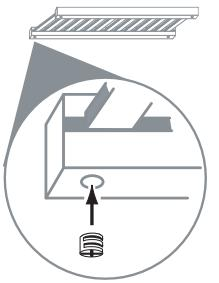

**FIG. 3.0**
1. Seleccione los lados de la torre (B) y colóquelos uno al frente del otro con las ranuras hacia dentro (**El extremo dentado debe estar en la parte superior del lado de la torre**) (Fig. 3.0)